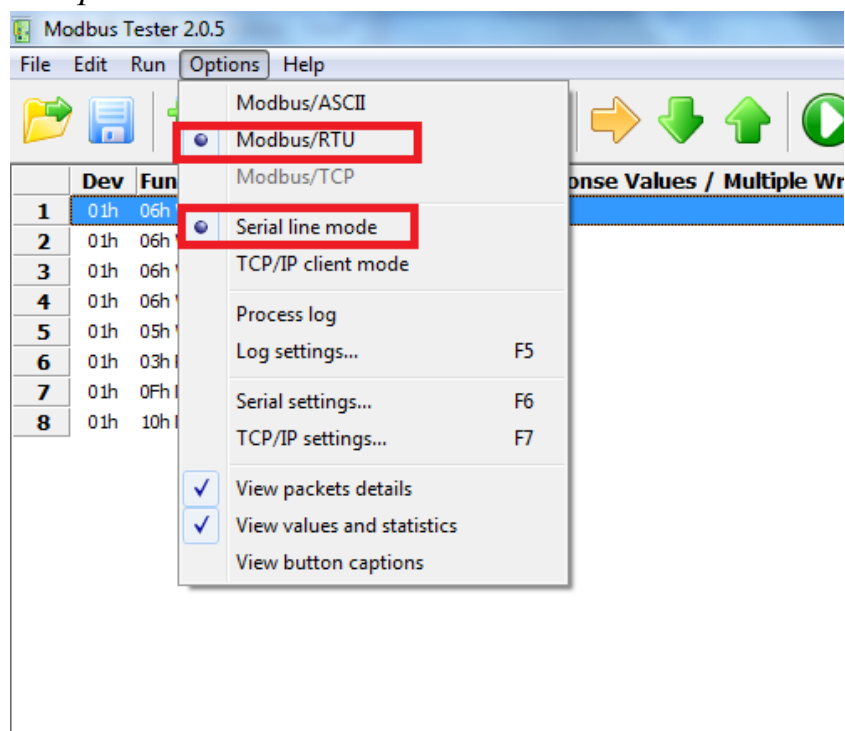

Рис.5. Окно программы Modbus tester с открытым окном Options
2. Выберите пункт главного меню **Options** и установите значения аналогично *рис.5*